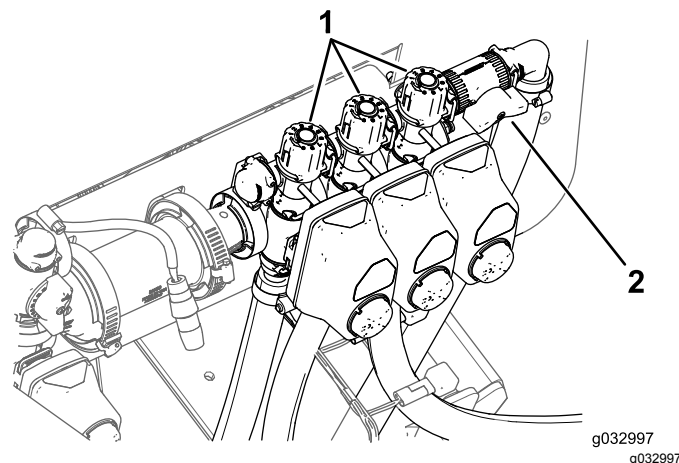

Figure 48
9. Désactivez la rampe gauche et réglez le bouton de dérivation de rampe (Figure 48) jusqu'à ce que la pression soit au niveau précédent.
11. Réglez le bouton de dérivation de la rampe droite (Figure 48) jusqu'à ce que la pression soit au niveau précédent.
13. Réglez le bouton de dérivation de la rampe centrale (Figure 48) jusqu'à ce que la pression soit au niveau précédent.